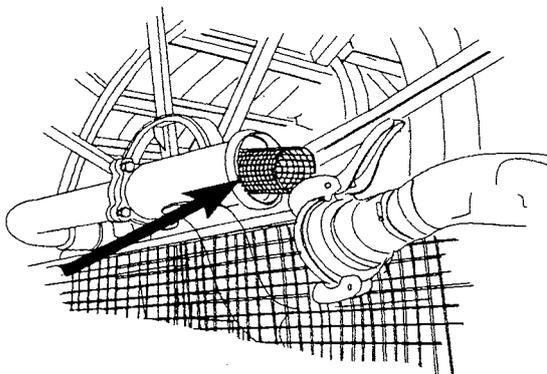

Fig. 9
⑥ MAINTENANCE
- ⇒ **Contrôlez et nettoyez** le filtre (Fig. 9)